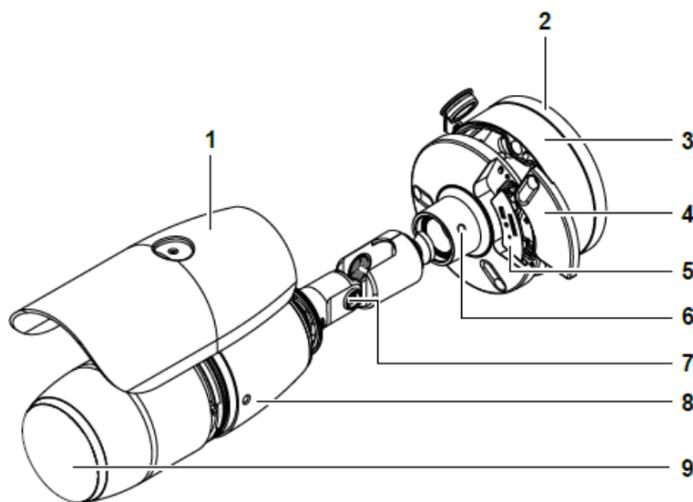

Figura 1
Partes de la cámara: Figura 1
4. Sostenga la placa de montaje (2) (Figura 1) junto a la superficie, alinee los orificios en la placa de montaje con los orificios de 5 mm de diámetro, y utilice los cuatro tornillos para fijar de forma segura la placa de montaje a la superficie.
5. Extraiga los tres tornillos en la base de la cámara (3) (Figura 1) para extraer la cámara de la base de la cámara.
10. Utilice los tres tornillos para fijar de forma segura el cuerpo de la cámara (8) (Figura 1) a la base de la cámara.
- Aflojar el tornillo (6) (Figura 1) e inclinar el cuerpo de la cámara.
- Afloje el tornillo moleteado del parasol (1) (Figura 1) para moverla hacia delante y atrás sobre el cuerpo de la cámara.